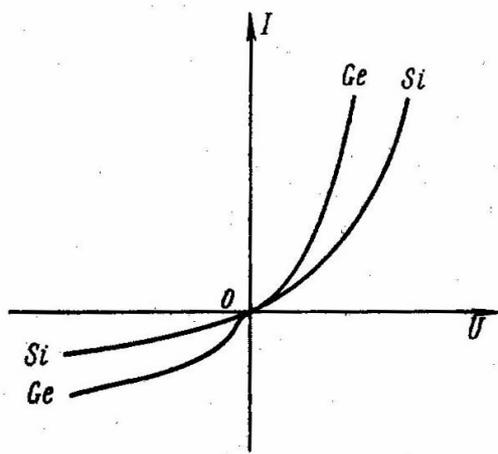

Рис. 1.3
- увеличение тока за счет поверхностной проводимости. Кремниевые диоды имеют меньшую концентрацию неосновных носителей, поэтому прямой и обратный ток этих диодов меньше, чем у германиевых (рис. 1.3).